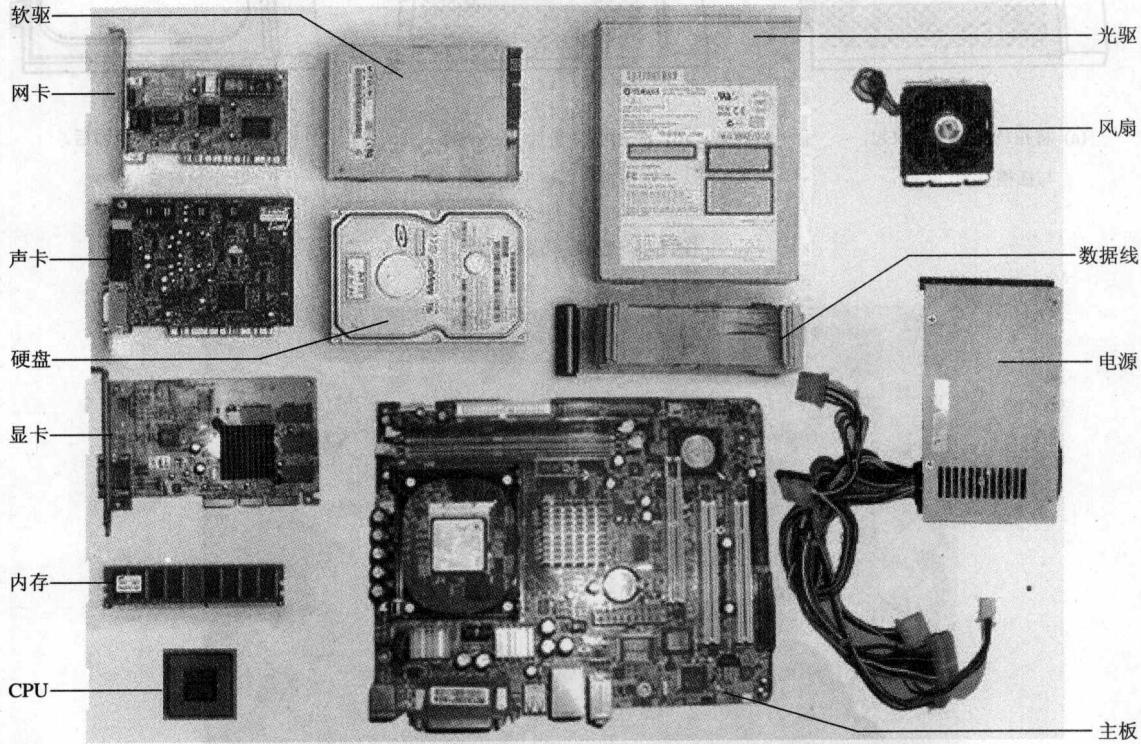

图 1-2 计算机组件
① **磁性十字解刀：**十字解刀又称螺丝刀、螺丝起子或改锥，是用于拆卸和安装螺钉的工具。由于计算机上使用的螺钉均为十字形螺钉，且器件安装后机箱内空隙较小，为防止螺钉掉落其中不便捡取以及安装方便，故应准备一把磁性十字解刀。
② **平口解刀：**准备一把平口解刀(又称一字型解刀)，不仅可以方便安装，而且还可用来拆开产品包装盒、包装封条等。
③ **毛刷：**可以用来清除硬件上的灰尘。
④ **钳子：**在安装电脑过程中，对于一些质量较差的机箱来讲，钳子可用来拆断机箱后面的挡板。这些挡板理应用手来回折几次就会断裂脱落，但如果机箱钢板的材质太硬，就需要钳子来进行辅助。另外，建议准备一把尖嘴钳，它可夹可钳，可代替镊子。
⑤ **散热膏：**在安装高频率 CPU 时散热膏(硅脂)必不可少，可购买优质散热膏(硅脂)备用。
(2) 材料的准备。
① **装机所用的配件：**CPU、主板、内存、显卡、硬盘、软驱、光驱、机箱电源、键盘、鼠标、显示器、各种数据线和电源线等，如图 1-2 所示。
② **排型电源插座：**由于整个计算机系统有多个设备需要供电，所以需要准备一个万用多孔型插座，以方便测试机器时使用。
③ **器皿：**计算机在安装和拆卸过程中有许多螺钉及一些小零件需要随时取用，故应准备一个小器皿来盛放，以防止丢失。
④ **工作台：**为了方便进行安装，需要一个高度适中的工作台。只要符合使用需求，专用电脑桌或者普通桌子均可。
(3) 装机过程中的注意事项。
① 由于人体穿着的衣物相互摩擦易产生静电，为避免这些静电将集成电路内部击穿造成设备损坏发生危险，应在安装计算机前，用手触摸接地的导电体或洗手以释放身上携带的静电荷。
② 在安装计算机元器件时，严禁液体进入到计算机内部的板卡上。因为任何液体都可能造成短路而使器件损坏，所以要注意不要将开封的饮料摆放在附近，同时避免头上的汗水滴落或手心的汗沾湿板卡。
③ 在安装的过程中，少许用力不当就可能使引脚折断或变形，所以必须注意使用正确的